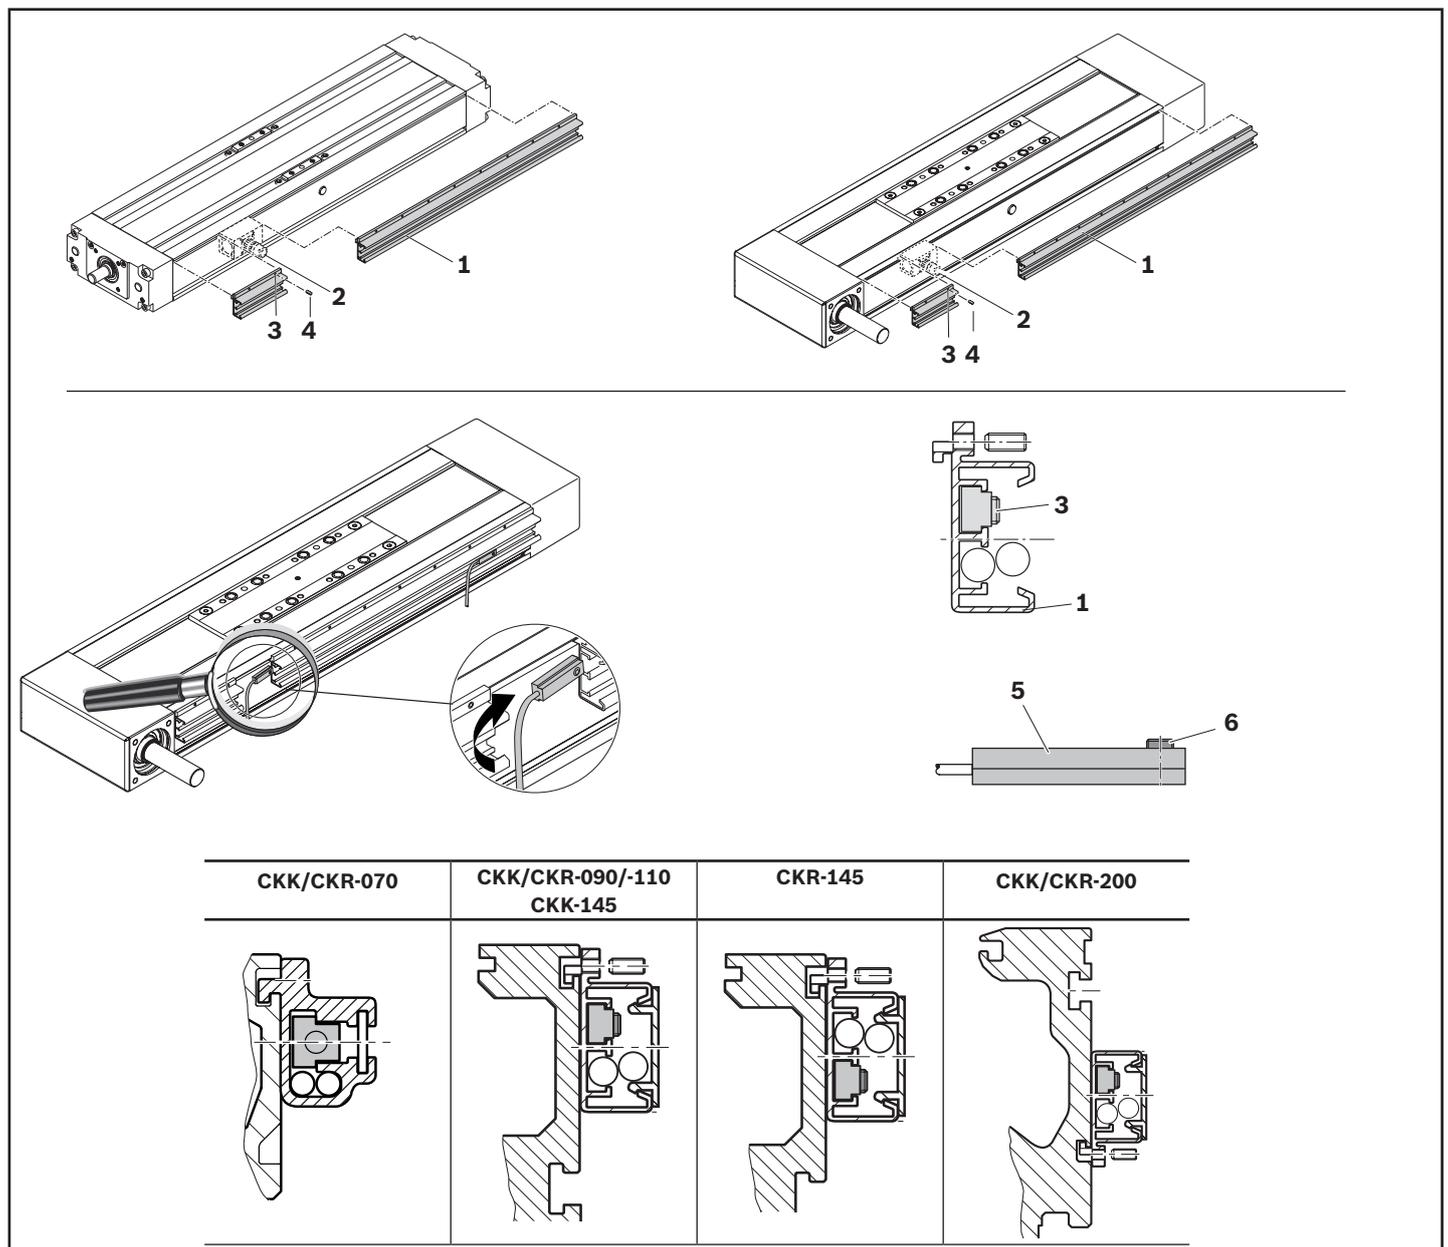

Fig. 7: Befestigungskanal/Magnetischer Sensor montieren
► Fig. 7 zeigt CKR; für CKK ist die Montage identisch.
1. Sensor (5) in den Befestigungskanal (1) so einschieben, dass der Gewindestift (6) am Sensor (5) nach außen zeigt.